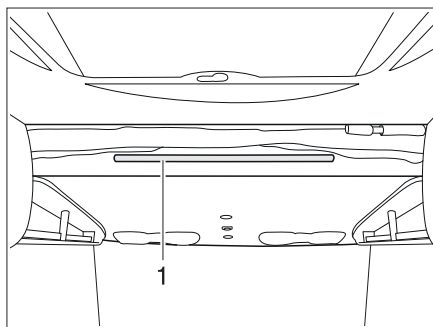

Fig. 169 Letto basculante, elettrico
- Agganciare la scaletta di accesso al letto basculante con i due archetti nella barra di sostegno (Fig. 169,1).